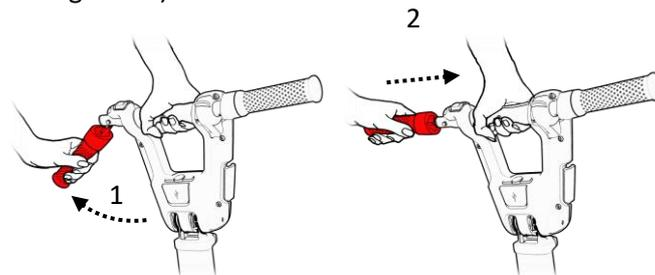

Figure 16
12. Ouvrez les deux poignées du guidon (voir la figure 16).